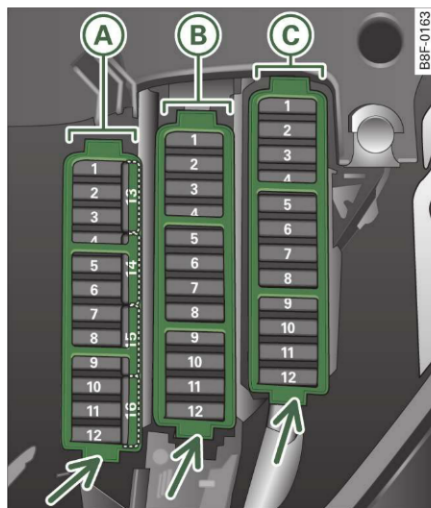

Fig. 255 Postul de conducere stânga: Panou de siguranțe cu mâner din material plastic
- Pentru a îndepărta eventual mânerul de plastic de culoare violet¹²⁾, trageți-l de partea îngustă afară din panoul de siguranțe ⇒ pagina 268, fig. 255.